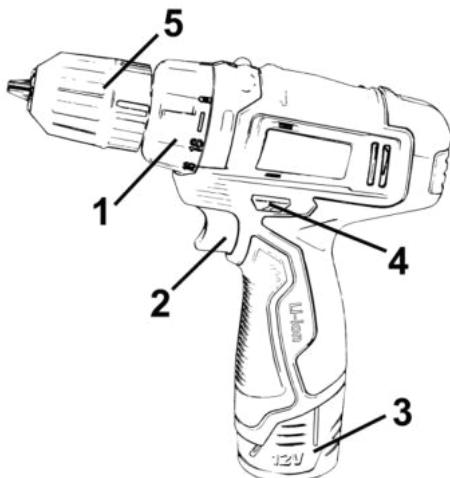

Рисунок 1
4.1.2 Встановіть необхідний крутний момент за допомогою кільця регулятора моменту затягування (1) (рисунок 1).
4.3 Для ввімкнення виробу натисніть на клавішу вимикача (2, рисунок 1). Для відключення виробу слід клавішу відпустити. Регулювання швидкості обертання патрону здійснюється ступенем натискання на клавішу вимикача.